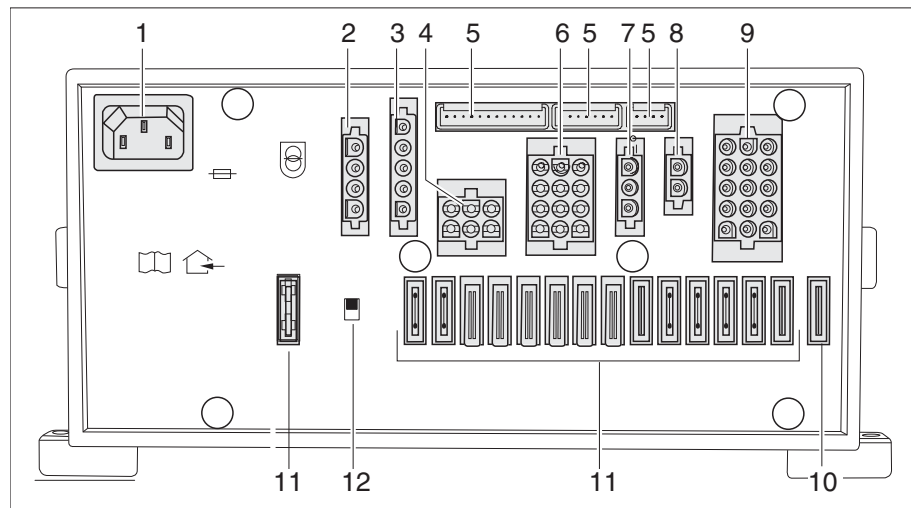

Fig. 220 Bloque eléctrico (EBL 111)
- ▷ El separador de batería (Fig. 220,12) desconecta todos los consumidores que están conectados al bloque eléctrico, de la fuente de alimentación 12 V.